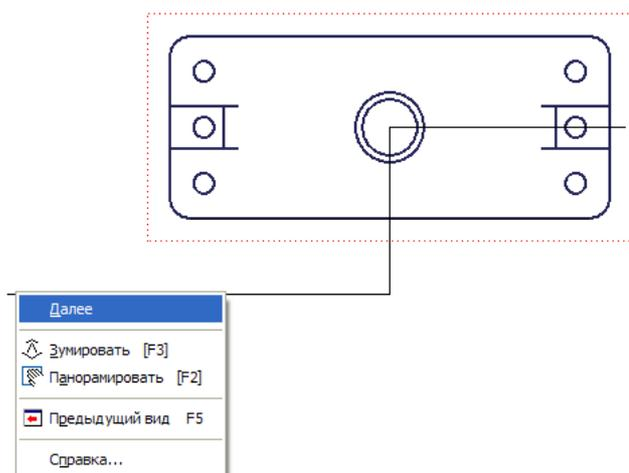

Рис.104
После того, как провели линию, нажав правой клавишей мыши, выберите **Далее** (рис. 104). В новом диалоговом окне можно уточнить обозначение, масштаб и стиль нового разреза, но так как по стандарту ЕСКД простой разрез, выполненный по оси симметрии и совмещенный с главным видом, не обозначается, то «отключите лампочки» напротив **Масштаб** и **Обозначение** или (в некоторых версиях) снимите галочку напротив **Видимость - Ок** (Рис. 105, а) - зафиксируйте положение разреза на главном виде над видом сверху, рисунок 105, а.
- щелкните внутри пунктирной рамки вида сверху - постройте линию, по которой будет проходить разрез, так как деталь симметрична, можно соединить часть вида и часть разреза – разрезаем только правую половину вида, а далее (чтобы сохранить половину вида нерассеченной) проводим линию разреза вне контура изображения см. рис. 104.